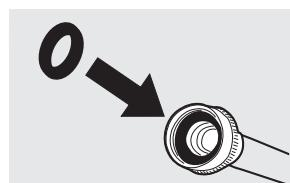

fig. 2
- Verifique que las mangueras de entrada tengan la arandela de goma firmemente en su lugar. (fig. 2).